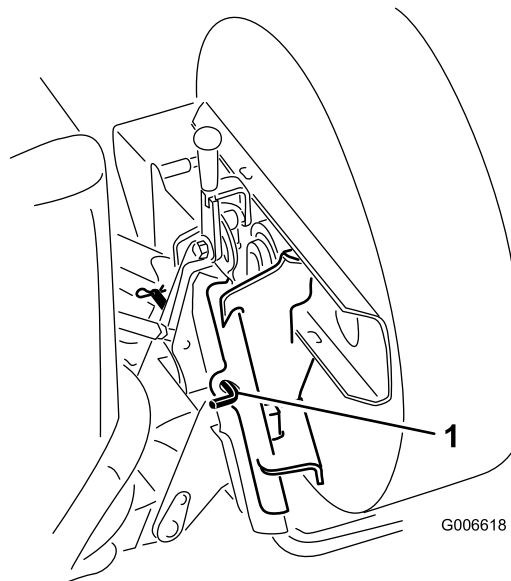

Bild 5
5. Stecken Sie den Arretierbolzen durch die Adapter und befestigen Sie ihn mit einem Splint (Bild 5).